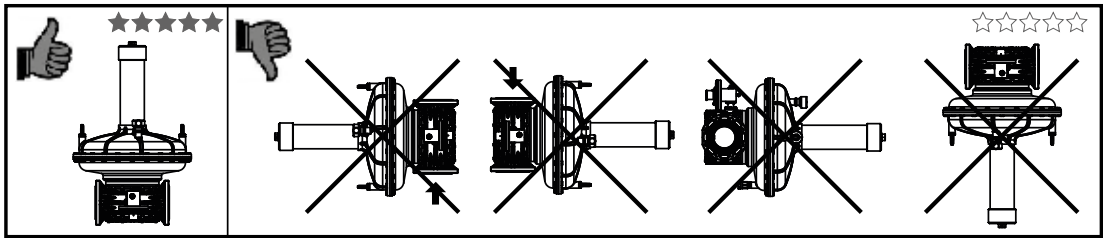

Рис. 2
- Регуляторы RB610 DN100 могут монтироваться только на горизонтальном участке трубопроводе рабочей пружиной вверх (см. рис. 2);